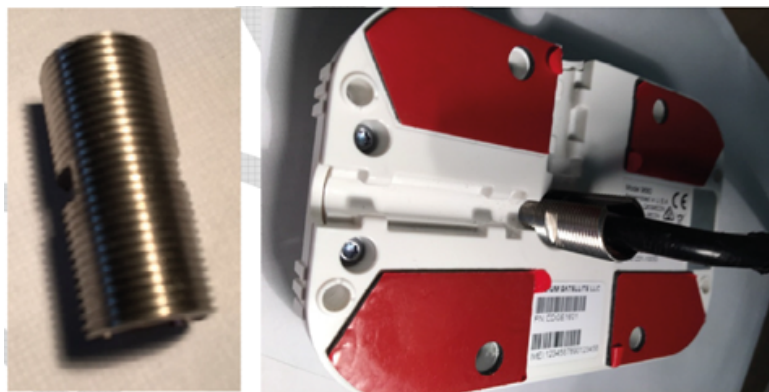

Рис.11. Установка шлицевой головки.
- установить кабель в винт с шлицевой головкой из монтажного комплекта (Рис.11, слева). Осторожно поворачивать винт по часовой стрелке до основания устройства «iSat-IR»;